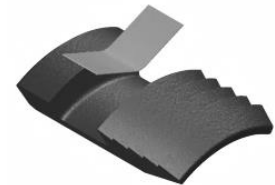

Fig. 5
**NOTE4:** Uses one (1ea) spring per slip (Fig. 5).